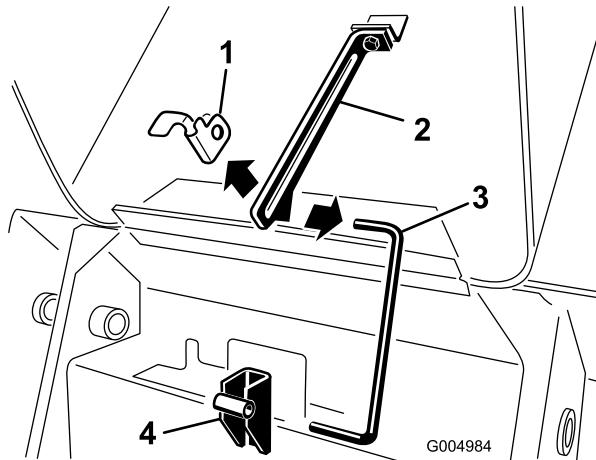

Figura 40
- Retire el pasador de horquilla del extremo inferior de la varilla de soporte del capó y retire la varilla de los soportes de retención y de la pestaña (Figura 40).
- Instale la varilla en los soportes de retención y la pestaña, y fíjela con el pasador de horquilla (Figura 40).